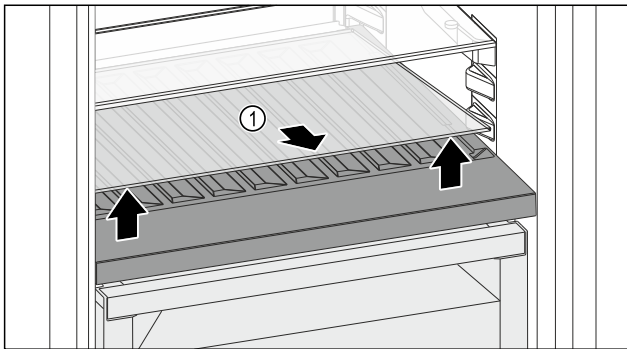

Fig. 162
- Soulever la plaque de verre Fig. 162 (1) au niveau de l'évidement avant et la retirer.
- Entreposer la plaque de verre Fig. 162 (1) dans un endroit sûr hors de l'appareil.
- Insérer la plaque de verre (2) sous le compartiment à bouteilles amovible.